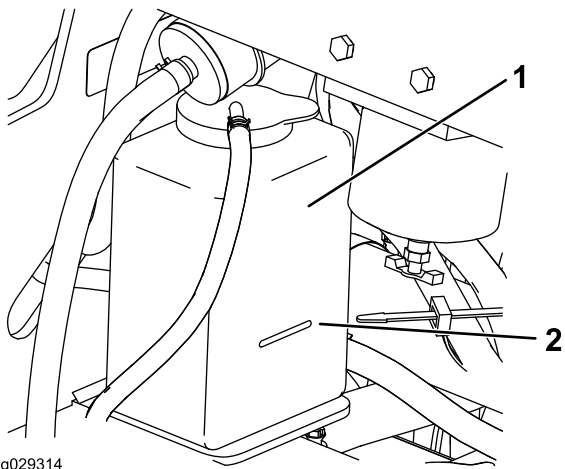

Bild 68
3. Prüfen Sie den Kühlmittelstand im Ausdehnungstank (Bild 68).